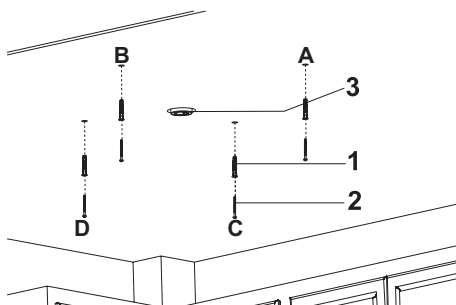

Abb. 6
Befestigen Sie die Montageschablone an der Decke, an die die Haube montiert werden soll und bohren Sie die Punkte A, B, C, D mit einem Ø10mm Bohrer (Abb. 6).
2. Setzen Sie die Kunststoffdübel in die gebohrten Löcher ein (Abb. 6).
Die Schrauben in die Dübel der Punkte A, B, C, D hinein drehen (Abb. 6).
Die Kabelverbindung nach der Montage durchführen (Abb. 6).